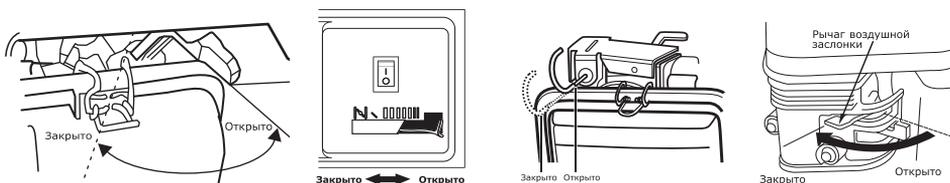

Рис. 14. Топливный кран
6. Поверните топливный кран в положение «Открыто» (рис. 14).
- Перекройте топливный кран, установив его в положение «Закрыто» (рис. 14).